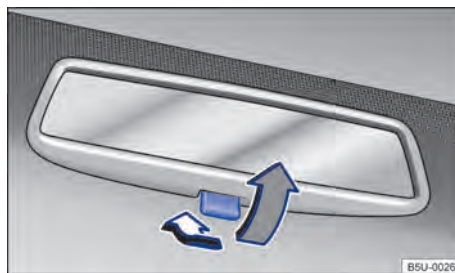

Fig. 70 Espelho retrovisor interno com antiofuscante manual.
- Posição noite: puxar a alavanca → Fig. 70 (seta cinza), para evitar o ofuscamento dos faróis dos veículos que trafegam atrás.